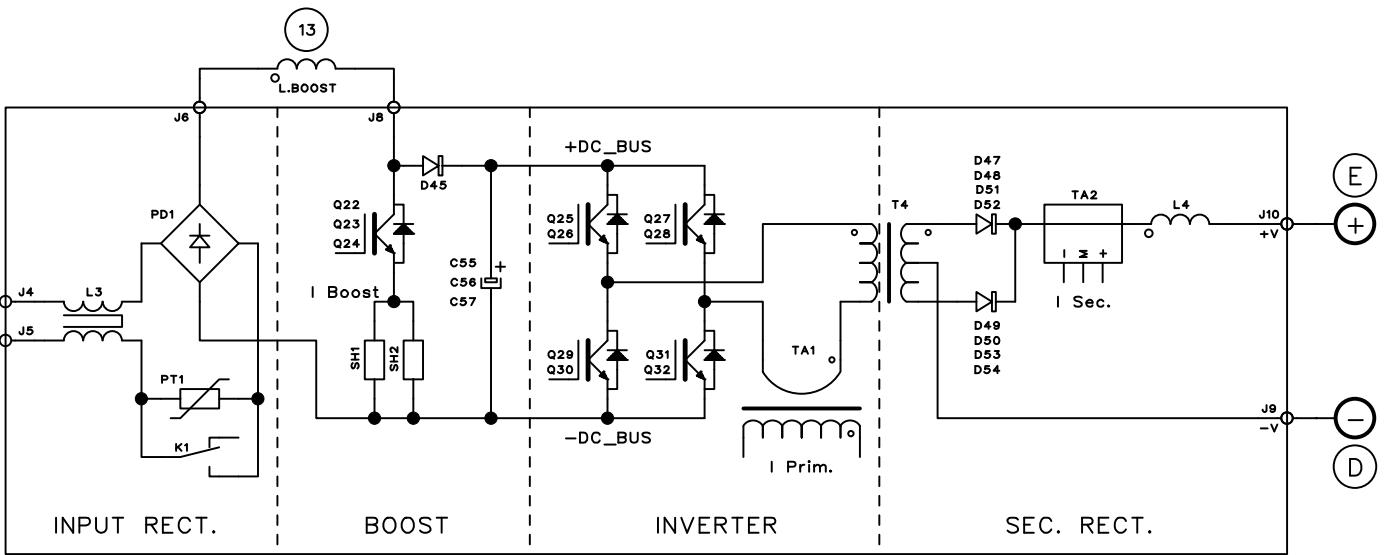

Fig. 2.3.1
Più precisamente nella scheda potenza (15) si possono identificare (Fig. 2.3.1):
- l'inverter ad igit, che genera la tensione alternata ad onda quadra per il trasformatore di potenza T4, montato anch'esso sulla scheda potenza (15);